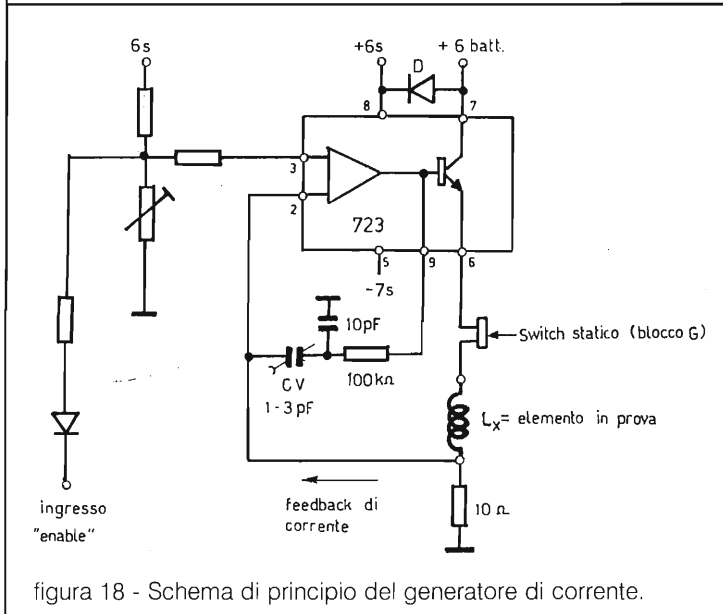

figura 18 - Schema di principio del generatore di corrente.
**Schema di principio del generatore di corrente (figura 18)**